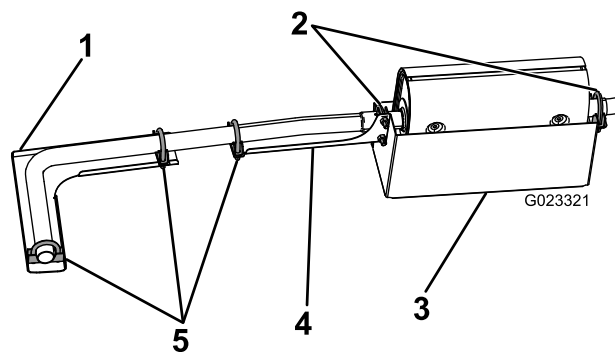

Figura 2
1. Usando la abrazadera del silenciador existente, sujete la parte delantera del protector del silenciador al silenciador (Figura 2).
2. Usando la abrazadera existente, sujete la parte trasera del protector del silenciador y la parte delantera del protector del tubo de escape al silenciador (Figura 2).
4. Sujete una abrazadera al extremo del protector en L y deslice la abrazadera sobre el extremo del tubo de escape (Figura 2).